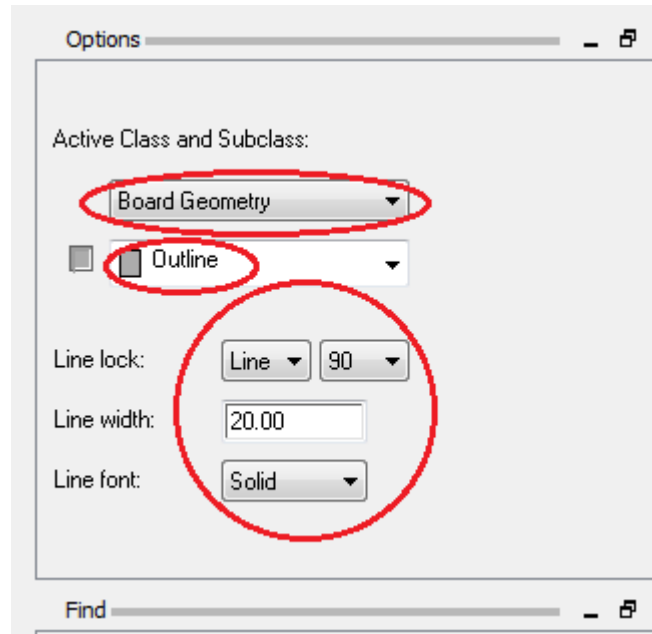

Рис. 21.10. Установка параметров линий
1. В меню Add выберите Line. Панель Options изменится, как показано на рис. 21.10.